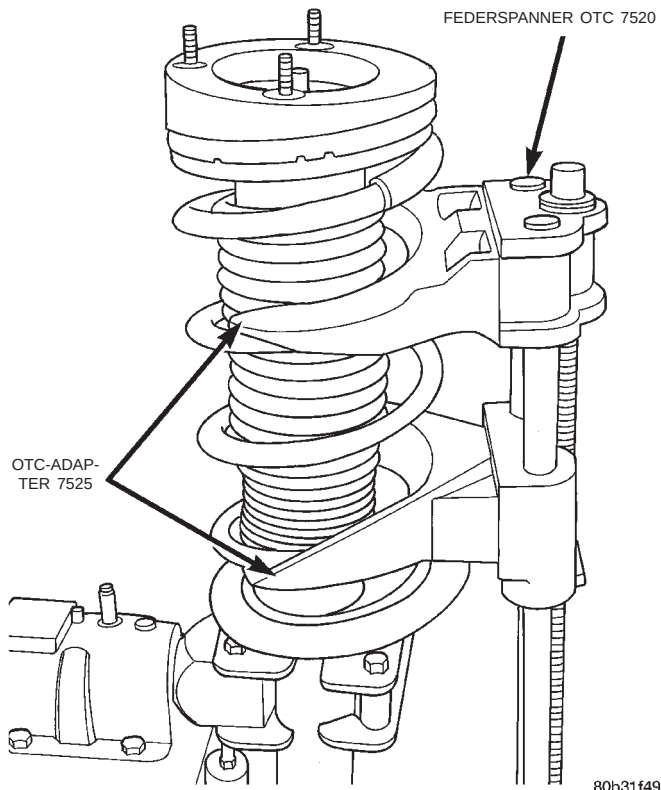

Abb. 39 Federspanner an Schraubenfeder montiert
ACHTUNG! Der Federspanner darf nicht an den Hülse der Schraubenfeder montiert werden (Abb. 39). Dadurch könnten sich die Hülse der Schraubenfeder aus ihrem Sitz lösen, sobald die Feder zusammengedrückt wird. In diesem Fall müsste die Feder komplett ausgetauscht werden.
(3) OTC-Adapter 7525 (oder gleichwertiges Werkzeug) am oberen Ende des Federspanners OTC 7520 (oder eines gleichwertigen Federspanners) montieren. Federspanner an der Schraubenfeder ansetzen (Abb. 39). Die Feder so weit zusammendrücken, dass der obere Befestigungsflansch vollständig entlastet ist.